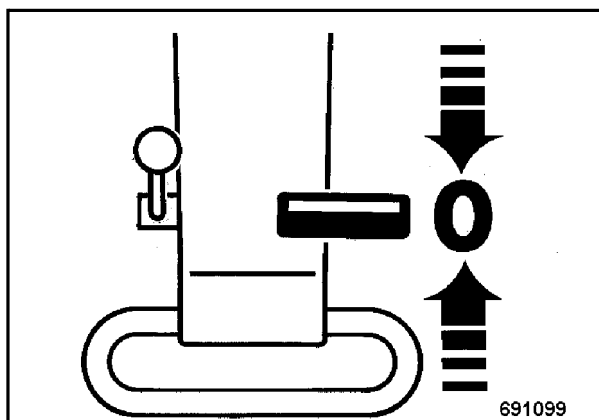

Fig. 1
- Colocar la palanca de marcha (palanca inversible) (Fig. 1) en posición '0'.